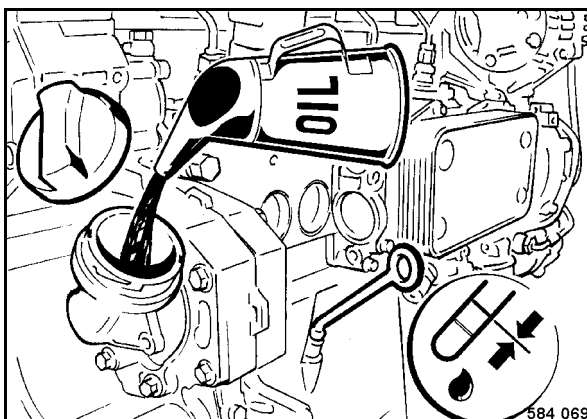

Fig. 165
- Cargar nuevo aceite de motor (Fig. 165).